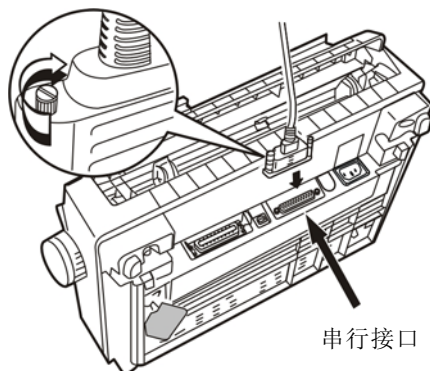

图 1-27 连接串口电缆
1. 关闭计算机和打印机电源，将串口电缆的插头连接到打印机的串行接口，拧紧插头两侧的螺丝，使插头固定（如图 1-27 所示）。